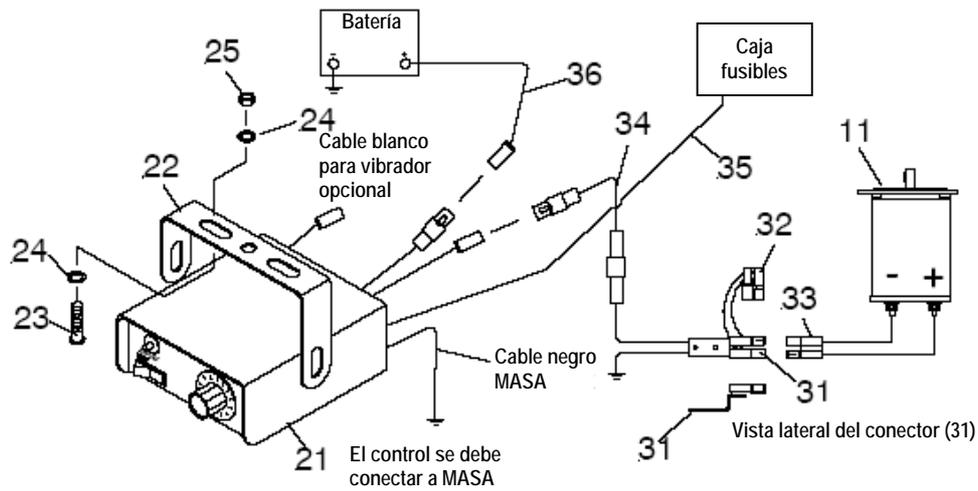

Figura 1
- A. Montar el enganche (26) en la estructura soldada (3) con los tornillos de 1/2-13x2" (27) y las tuercas de 1/2-13 (28).
- B. Situar el conjunto esparcidor en el enganche de recepción sobre el vehículo e introducir el pasador de bisagra (29) a través del orificio correspondiente del receptor y del enganche (26). Asegurar el pasador de bisagra con la grupilla (30).
- D. Para la INSTALACION ELECTRICA ver la figura 1.